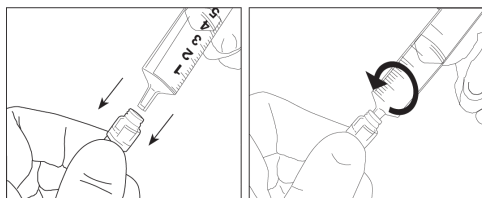

Figura 2: slip luer maschio (MSL)
2. Collegare attentamente la siringa o il circuito di estensione al punto di medicazione con una tecnica asettica, inserendo la siringa o altro raccordo luer direttamente nel punto di medicazione e ruotandolo/la in senso orario. Vedere figura 2. Evitare che si formi un angolo fra l'asse del punto di medicazione e quello della siringa o del raccordo luer; non tentare di aprire la fessura del punto di medicazione.